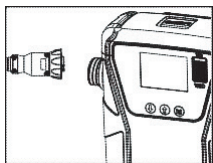

Imagen 2
- 2.- Conectar el cable de alimentación a la batería (imagen 2)